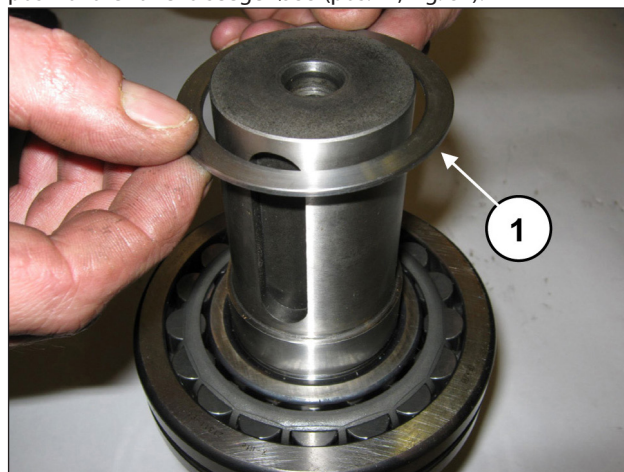
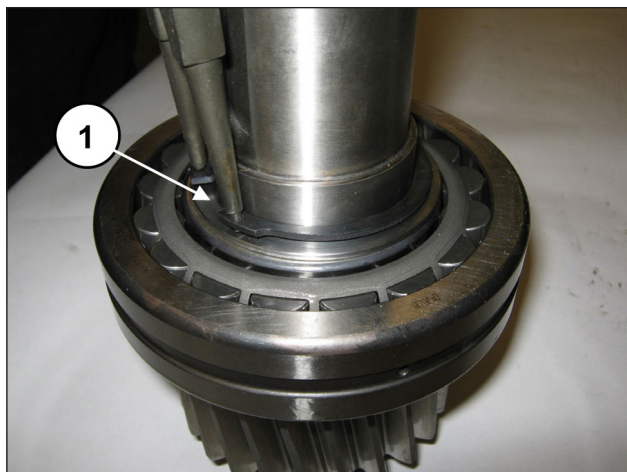

Fig. 83
Fig. 84
Inserire l'anello appoggio cuscinetto (pos. ①, Fig. 83) e posizionare l'anello seeger  $\varnothing 55$  (pos. ①, Fig. 84).